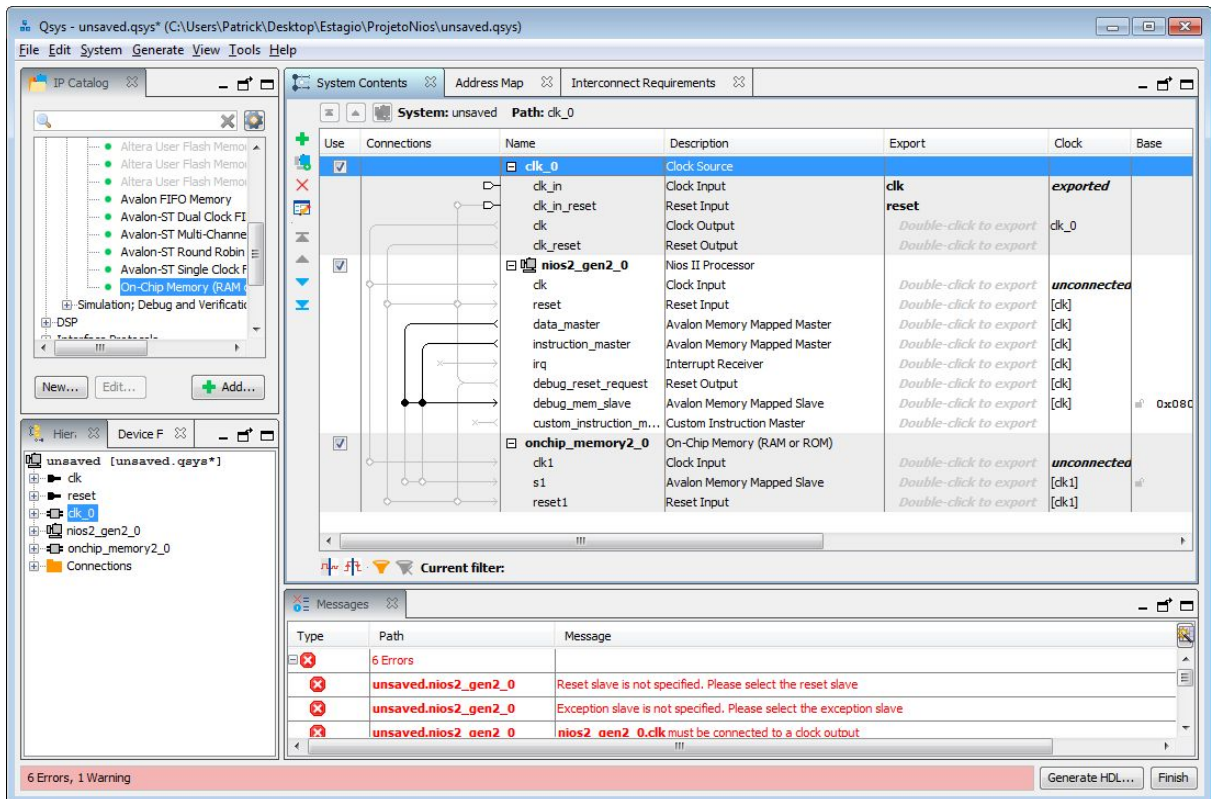

Figura 9: Painel de componentes com memória e processador.
3. Observe que quando o processador Nios II e a memória on-chip são inseridas no projeto, não existem conexões entre os componentes. Para especificar essas conexões, examine a área de conexões na Figura 9. As conexões são indicadas por círculos cheios e as outras possíveis conexões por círculos vazios, como indicado na Figura 10. Clicando sobre círculo vazio gera uma conexão. Clicando sobre círculo cheio remove a conexão. Faça as seguintes conexões: